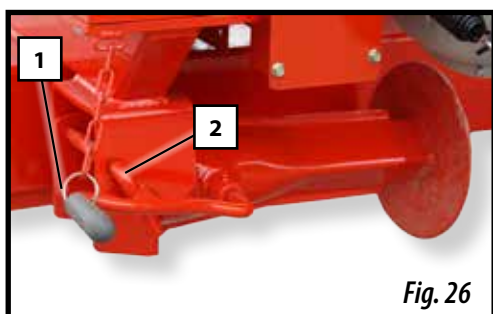

Fig. 26
- 1- Retirar la cadena de sujeción para la manivela (1, Fig. 26)
- 2- Sujetar el pie de apoyo con una mano y con la otra mano retirar el pasador (2, Fig. 26).
- 2- Subir el pie de apoyo hasta la posición horizontal (Fig. 26) y colocar el pasador (2, Fig.26).
- 3- Colocar la cadena de sujeción para la manivela (1, Fig. 26).